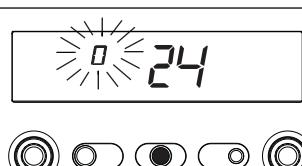

Fig. 78
- **R.A.I.-MIX R.S.I.:** vire o seleccionador de temperatura da água do circuito sanitário até o valor lido no display atingir 0 (fig. 78)